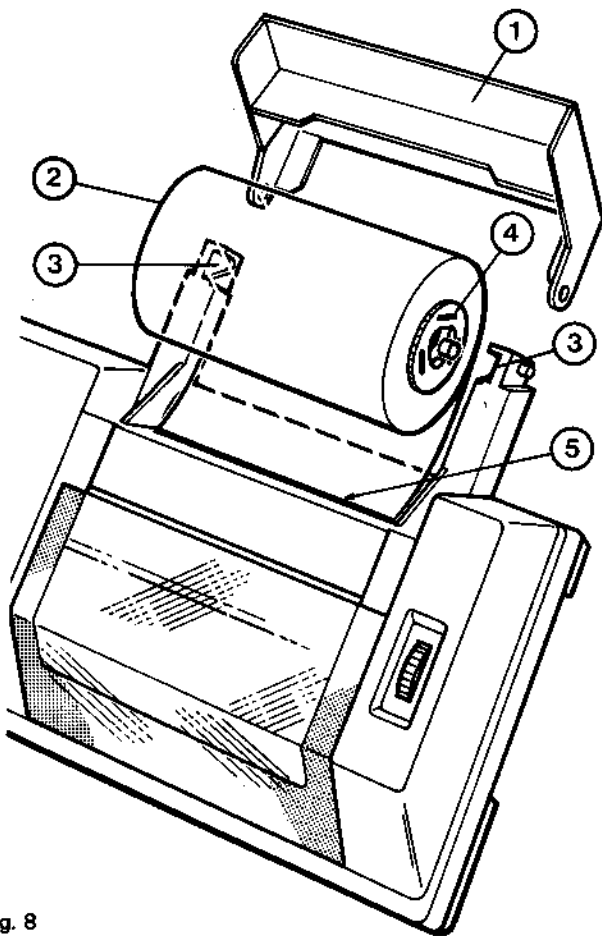

Fig. 8
- Mettre le rouleau du papier (2) sur le support (3), le verrou de blocage (4) du rouleau étant situé à droite, l'imprimante vue de face (figure 8).
- Placer sur ses axes le guide de sortie (1) du papier (figure 8).
- Insérer le papier dans l'ouverture (5) située à l'arrière de l'imprimante (figure 8).